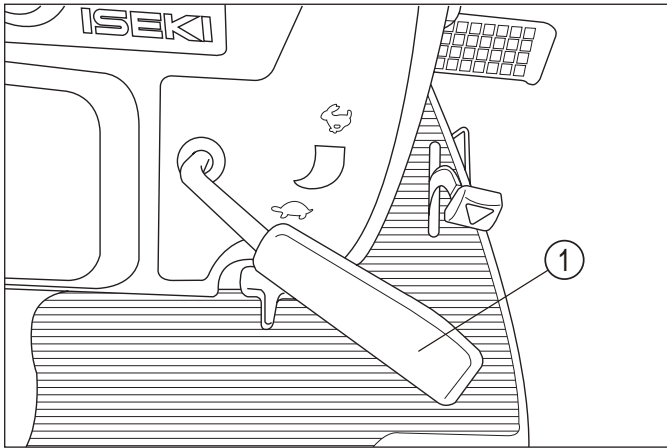

FIG. 7-5
- a. Amenez le levier d'accélérateur ((1) Fig.7-5) en position ralenti (🐢).